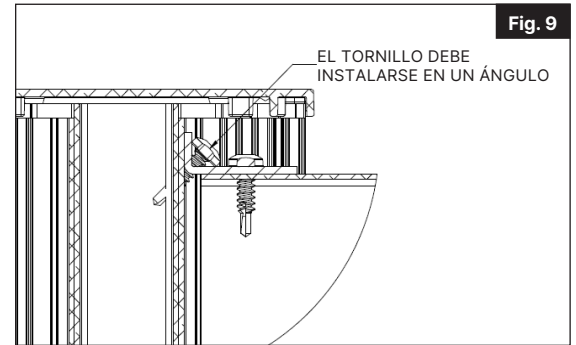

Fig. 9
Sobre la última plataforma colocará el soporte en L más pequeño en contra del inserto de poste y utilizará pernos de #10 3/4" siempre que atornille el soporte a la plataforma y luego a un ángulo de 45 grados atornillará el soporte al inserto de poste (Fig. 9).
9. Añada silicona a la parte inferior de la tapa y luego instale la tapa sobre la parte superior del poste y presione la tapa hacia abajo hasta que encaje (Fig. 9).
- 14.** Sobre la última plataforma colocará el soporte en L más pequeño en contra del inserto de poste y utilizará pernos de $\#10\frac{3}{4}$ " siempre que atornille el soporte a la plataforma y luego a un ángulo de 45 grados atornillará el soporte al inserto de poste (Fig. 9).